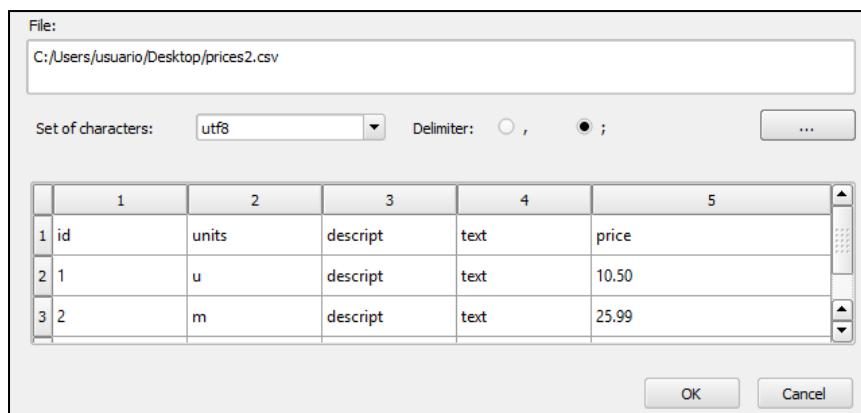

Imagen 83: Con la ruta al fichero añadida, la tabla mostrará la vista previa de los datos.
- 4- A continuación, añadimos la ruta del fichero *prices2.csv* y seleccionamos la codificación y el delimitador, que puede ser ‘coma’ o ‘punto y coma’. La tabla de debajo nos muestra una vista previa de como serán los datos que se insertarán (Imagen 83).